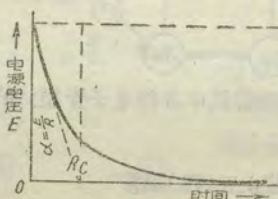

图 4
2. 如果把充电后的电容器经电阻放电，电容器两端放电时的电流方向与充电时恰好相反。如果把电压与时间的关系用座标纸绘出，得曲线如图 4。